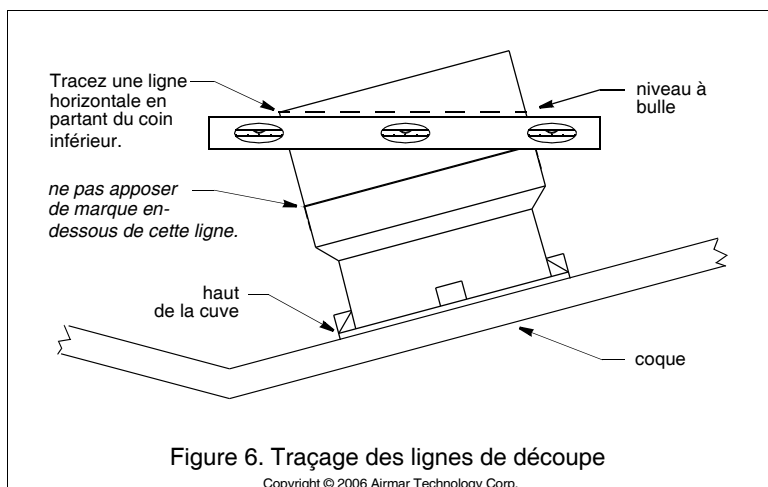

Figure 6. Traçage des lignes de découpe
1. Quand vous pensez que la position de la sonde est optimale, retournez la cuve tête en bas contre la coque (voir Figure 6).